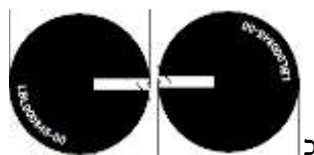

Figura 5-1: Rótulos de Referência Alinhados
7. Aplique o marco (Landmark) de acordo com as etiquetas Landmark que foram colocadas no suporte e na mesa (ou conecte o acessório Landmark da PHILIPS). Certifique-se de que ambos as etiquetas estão corretamente alinhadas antes de aplicar o marco (ver **Figura 5-1**).